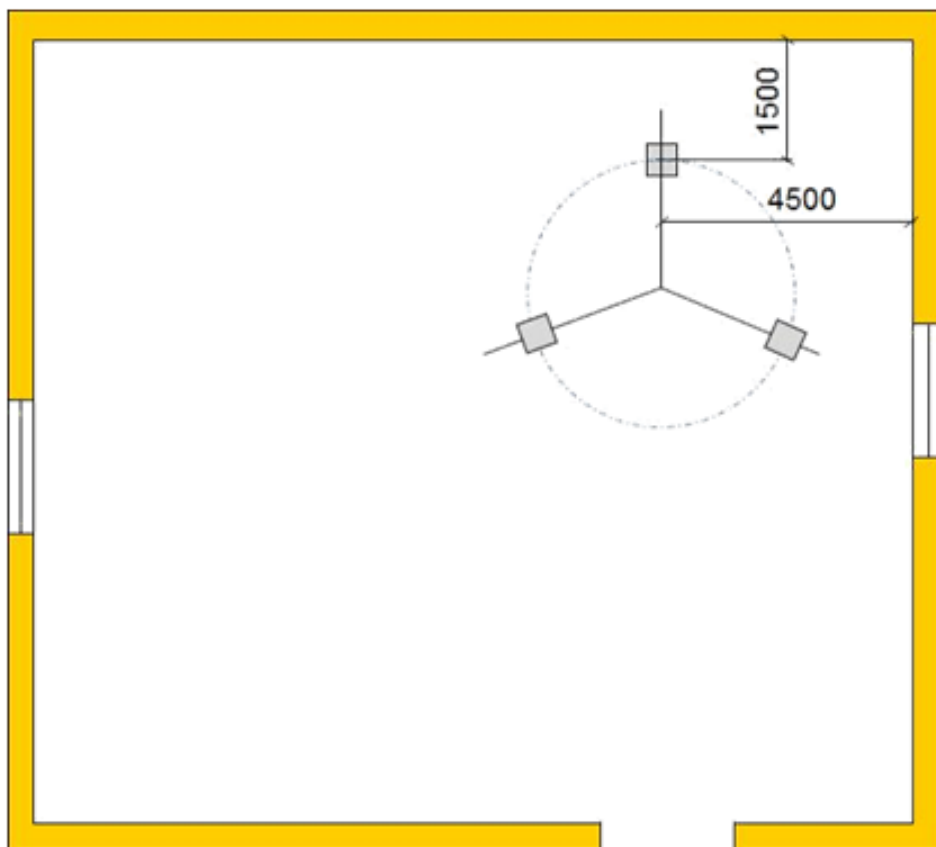

Рис.6 – Від стіни або від осі колон до характерної точки установки обладнання.
4. Від стіни або від осі колон до характерної точки установки обладнання (рис.6).